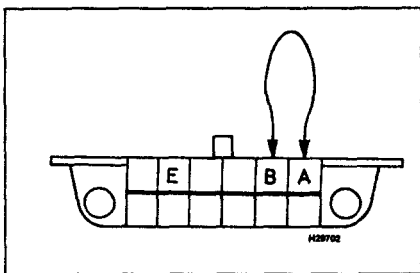

Рис. 9.2. Для активизации мигающих кодов закоротите перемычкой гнезда А и В диагностического разъема
- 1 Закоротите перемычкой гнезда А и В диагностического разъема (см. рис. 9.2).